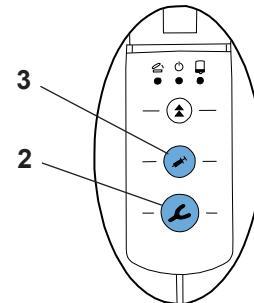

Fig. 8
- Se o operador presionar um dos botões de alimentação (painel de impressão (2, Fig. 8) ou dispensador (3, Fig. 8) sem selecionar um programa de mistura, o programa (ST) será ativado automaticamente. O LED ao lado do botão (ST) acende.